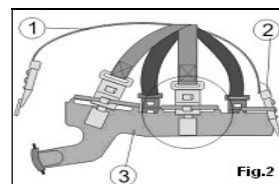

Fig.2
- 2) Inserire l'intera bardatura nell'elmo e posizionare le clips nelle apposite sedi ricavate nella calotta, partendo dalla frontale e spostandosi progressivamente a destra e a sinistra, fino a concludere con quella posteriore. (Fig.2)